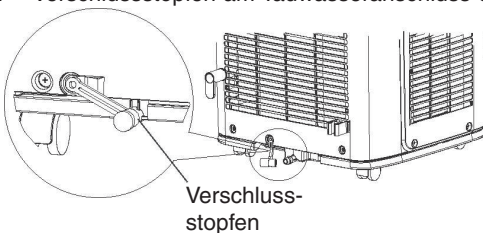

Bild 12: Kondenswasserablaufschlauch am Port anbringen
3. Kondenswasserablaufschlauch anbringen und mit einer Schlauchklemme fixieren (Bild 12).